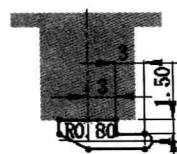

图 1.7 横断面草图
② 定义横断面草图。在草图环境中绘制图 1.7 所示的横断面草图。
③ 选择下拉菜单 \rightarrow 退出草图命令，退出草图环境，此时系统自动生成薄片 1。